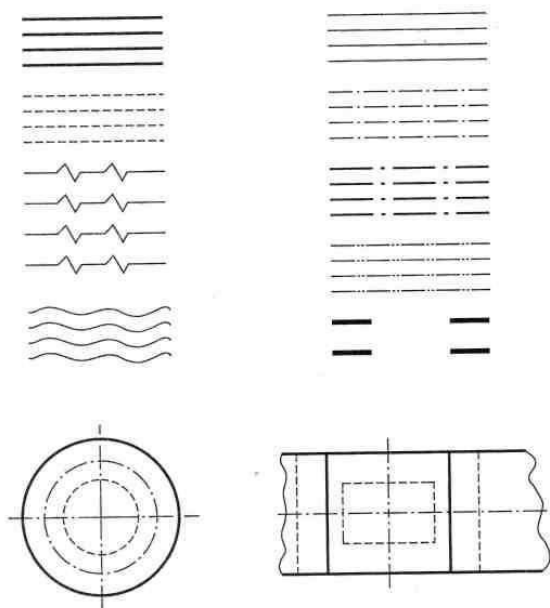

Рис. 43
2. На листе чертежной бумаги формата А4 нанести рамку, выполнить основную надпись для первого листа чертежей, расположив последнюю вдоль короткой стороны формата, и повторить все изображения, показанные на рис. 43, в соответствии с правилами начертания линий чертежа. (Наименование работы — *Линии чертежа*.)